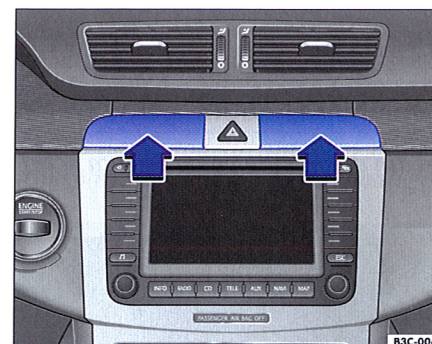

Fig. 78 Compartimente de depozitare în tabloul de bord
- Pentru deschidere apăsați în sensul indicat de săgeată ⇒ fig. 78, pe capac. Eventual mai trageți de serrar.